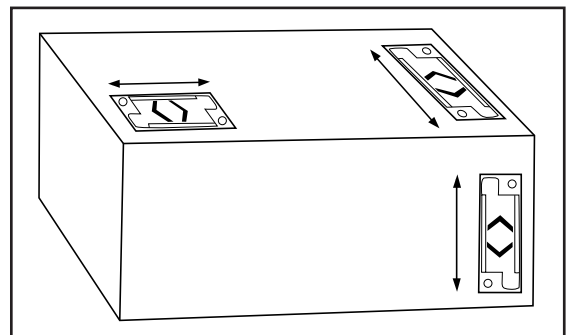

Figure 1
1. Installez l'indicateur « DROP (N) TELL » à l'aide de ruban adhésif ou de deux vis n° 6-32. Un ruban autoadhésif se trouve à l'arrière de l'indicateur.
3. L'indicateur d'impact « DROP (N) TELL » doit être apposé avec les flèches orientées dans la direction où les chocs sont à contrôler. Trois unités sont nécessaires pour fournir une lecture tridimensionnelle complète (six directions). (Voir Figure 1)